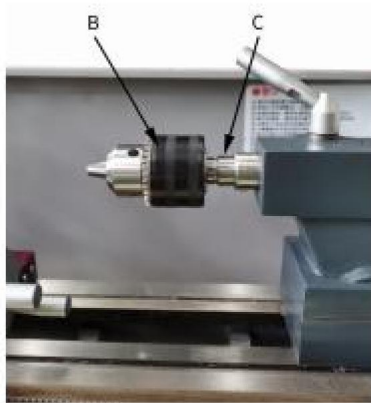

Fig. 28
Utilisez le mandrin de perçage pour maintenir les forets de centrage et les forets hélicoïdaux dans la contre-pointe (B) (Fig.28)
Un arbre est nécessaire pour monter le mandrin de perçage sur la contre-pointe. Il possède un cône Morse n° 1. (C) Fig. 28